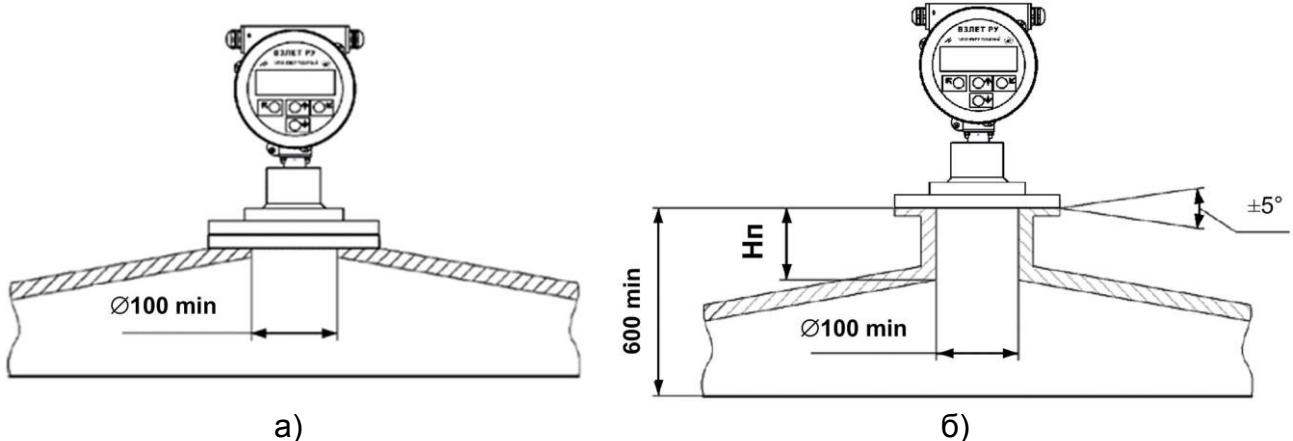

Рис.10. Рекомендуемые варианты монтажа уровнемера.
4.1.1. На рис.10.а и 10.б показаны примеры монтажа прибора, выполненного в соответствии с требованиями настоящей инструкции.
На рис.10.а показан монтаж прибора на фланец резервуара без использования патрубка и вариант 10.б с использованием установочного патрубка.